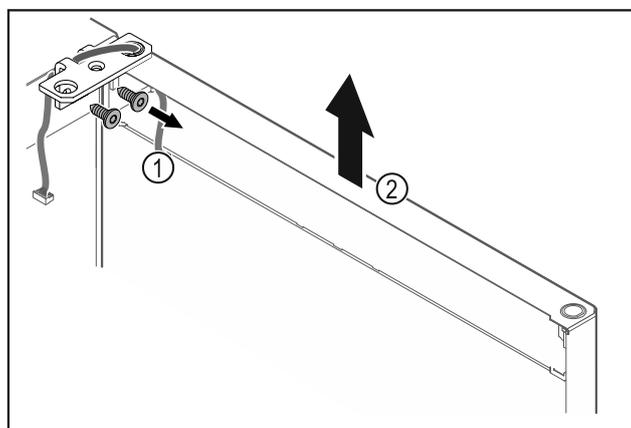

Fig. 18
- ▶ Scharnierwinkel Fig. 18 (1) abschrauben.
- ▶ Tür inklusive Scharnierwinkel Fig. 18 (2) circa 200 mm gerade nach oben heben und abnehmen.